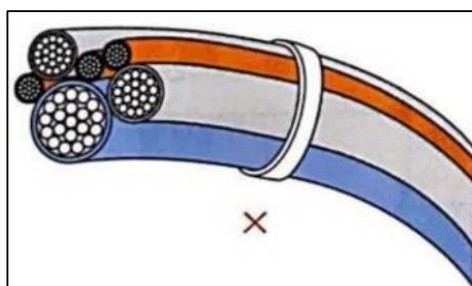

图 11.8 不要将不同线径的线缆捆绑在一起
- ✧ 不要将不同线径的线缆捆绑在一起，如图 11.8 所示。